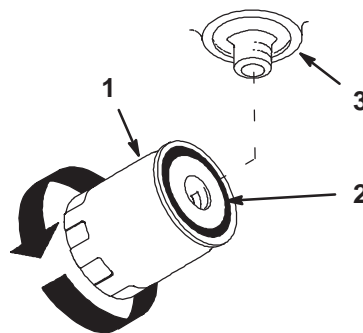

Figure 50
4. Appliquez une fine couche de liquide hydraulique sur le joint en caoutchouc du filtre de rechange (Fig. 50).
7. Quand le liquide déborde, tournez le filtre dans le sens horaire jusqu'à ce que le joint rejoigne l'adaptateur, puis donnez un demi-tour supplémentaire (Fig. 50).